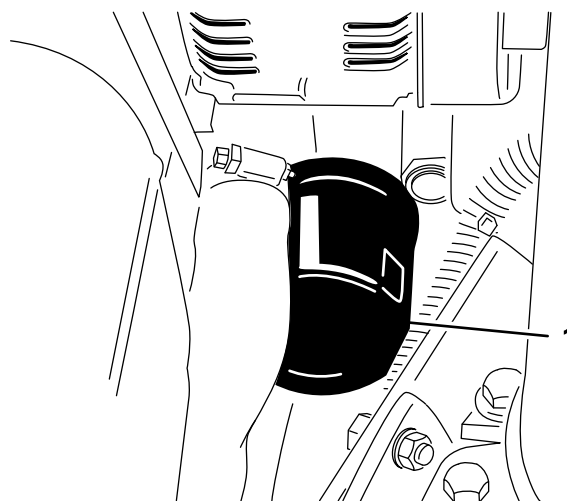

図 48
2. オイルフィルタ（図 48）を外す。新しいフィルタのシールに薄くエンジンオイルを塗って取り付ける。**締めすぎないように注意すること。**